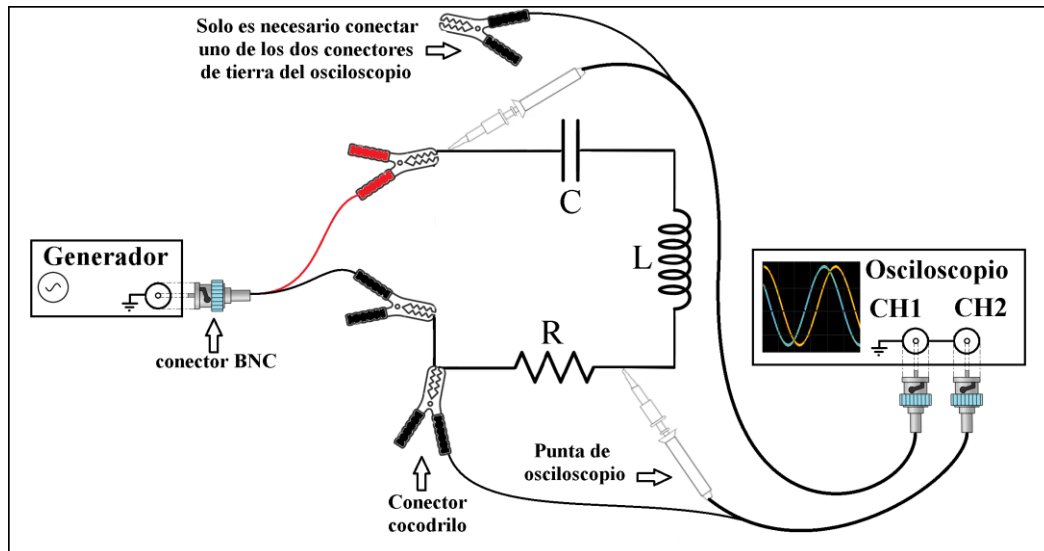

Figura 4: Diagrama de conexión segura del osciloscopio en un circuito RLC alimentado por un generador de funciones.
**MUY IMPORTANTE:** Los terminales externos de los conectores de cada canal del osciloscopio (conector BNC) se encuentran conectados entre sí y tanto estos, como el terminal externo de la salida del generador de funciones, están conectados al terminal de tierra del toma de conexión de cada instrumento a la red eléctrica doméstica. Por esta razón, se debe tener cuidado al realizar mediciones con el osciloscopio, dado que se puede provocar un cortocircuito que dañe el instrumental. La figura 4 muestra el diagrama de conexión recomendado: